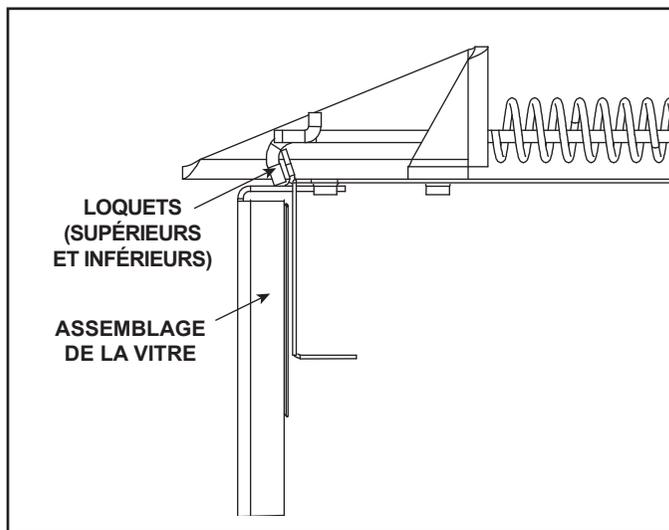

Figure 11.2 Panneau de verre fixe
- Sortez les quatre verrous du panneau de verre fixe hors de son cadre. Enlevez l'assemblage de la vitre fixe de l'appareil. Voir la figure 11.2.